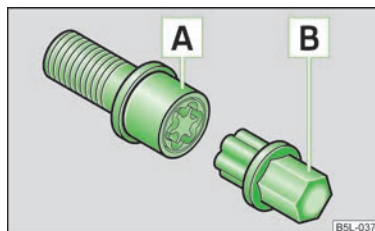

Fig. 114
- Introduceți adaptorul  » fig. 114 cu partea zimțată până la limită pe dantura interioară a șurubului antifurt , astfel încât să se mai vadă doar partea sa hexagonală.